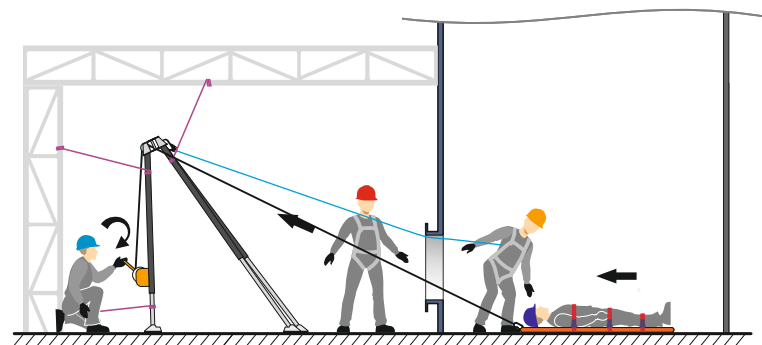

Рис. 15 Укладывание пострадавшего на носилки.
11. Уложить пострадавшего на носилки, надежно пристегнув его ремнями (рис. 15).